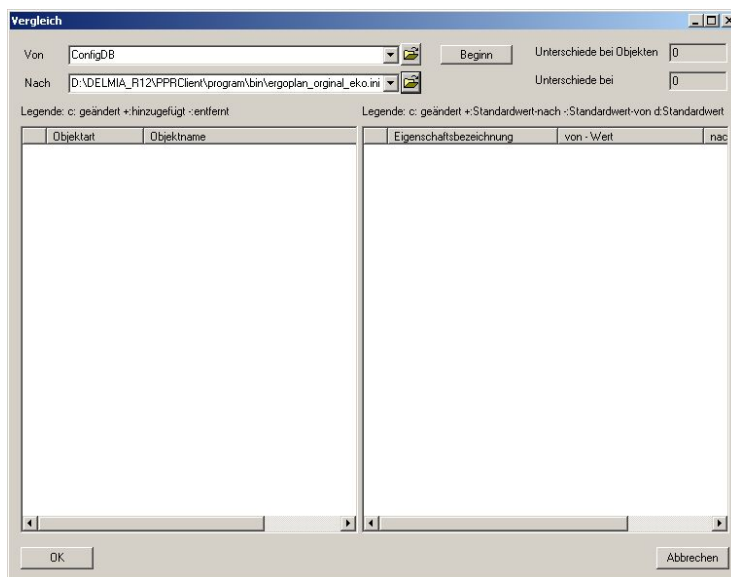

Abbildung 42: Dialog Vergleich beim ersten Öffnen
- ⇒ Es öffnet sich ein Dialog, in dem Sie die beiden Konfigurations-Dateien in den beiden Feldern *Von* und *Nach* auswählen, die Sie miteinander vergleichen wollen. Siehe auch Abbildung 42.